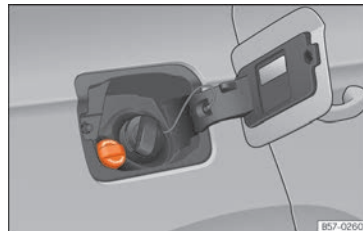

Fig. 278 Tapón de la boca de llenado del depósito de AdBlue.
- Abra la tapa del depósito »» fig. 278.
- Gire el tapón de cierre de la boca de llenado de SCR hacia la izquierda »» fig. 278.